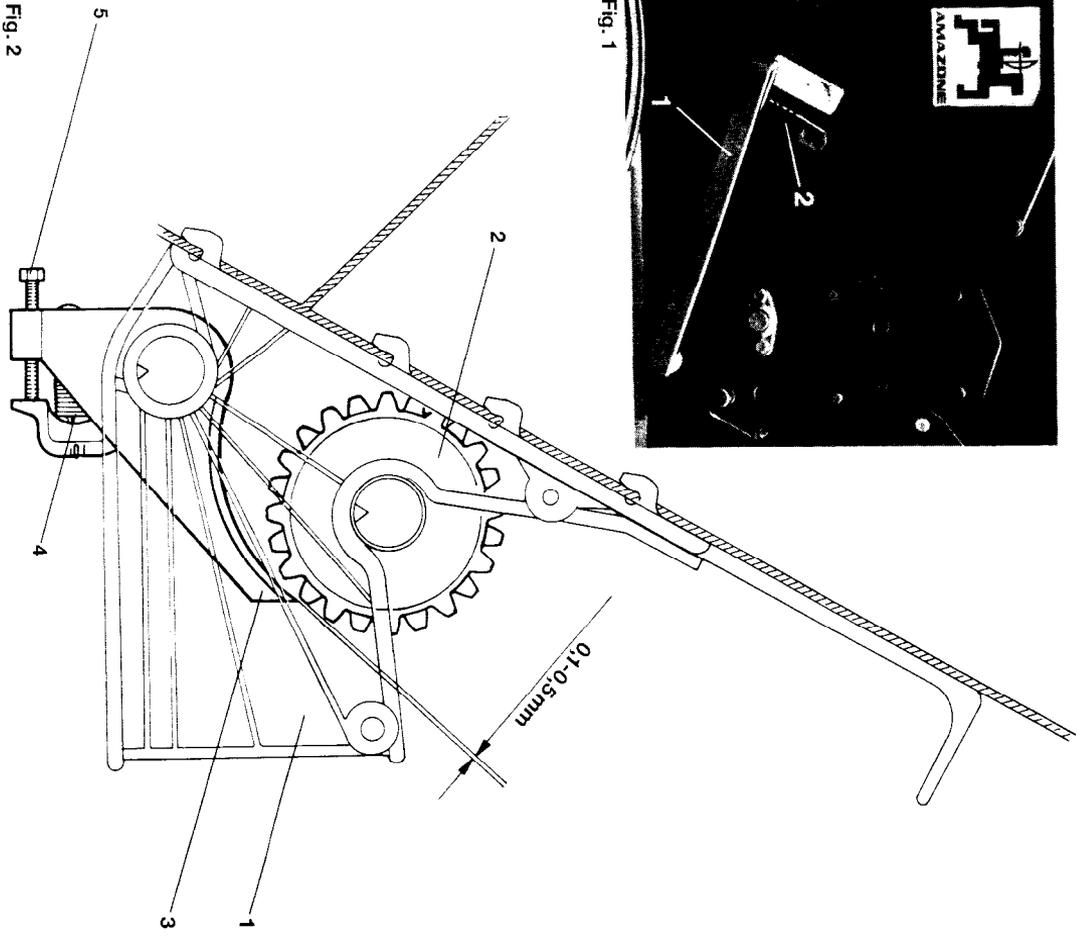

Fig. 2
- Überprüfen, ob der vorgeschriebene Abstand von 0,1 mm bis 0,5 mm (siehe Fig. 2) zwischen Bodenklappe (Fig. 2/3) und Särad (Fig. 2/2) in jedem Sägehäuse (Fig. 2/1) eingehalten wird. Dabei ist das zu prüfende Särad von Hand auf der Säwelle zu drehen.
- Vorgeschriebenen Abstand bei Abweichungen mit der Federspannschraube (Fig. 2/5) einstellen.